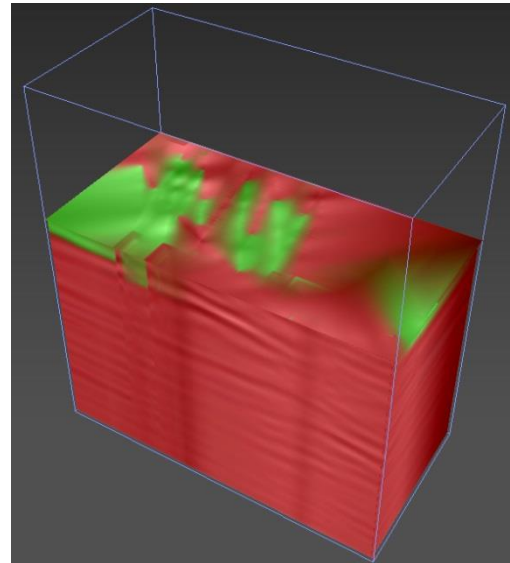

Рис. 4.21 - Горизонтальный срез
- создает горизонтальную секущую плоскость, которая отсекает всё со стороны наблюдателя (Рис. 4.21). Перемещение секущей плоскости производится методом нажатия левой кнопки мыши на секущей плоскости, и дальнейшего движения мыши с нажатой левой кнопкой.